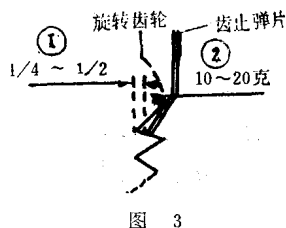

图 3
(1) 用力推动衔铁时，齿止弹片应可靠的落入旋转齿轮的下一齿槽内，齿止弹片的头部应停于距齿底 $1/4 \sim 1/2$ 处，且与齿面完全接触，前端弯曲处应压在前齿尖上，如图3中之①所示。对齿的压力，在弧刷组稍向前移动后，在齿止弹片前端弯曲处测量为 $10 \sim 20$ 克，如图3中之②所示。